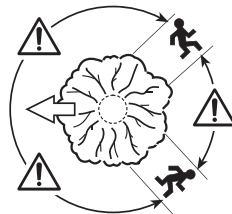

Fig. 36
3. Avant le début de la coupe, il est indispensable de prévoir un itinéraire de retraite et de dégager tous les obstacles. L'itinéraire de retraite doit être planifié vers l'arrière, en diagonale, du côté opposé à la direction de chute supposée (Fig. 36).